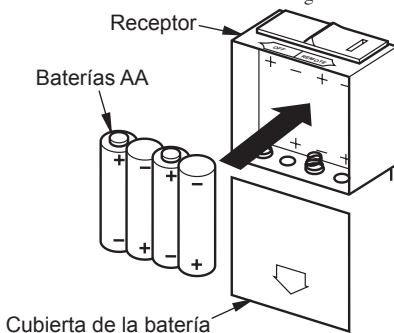

Figura 5. Instalación de las baterías en el receptor
2. Retire la cubierta de la batería en el receptor e instale las baterías como se muestra en la figura 5. Vuelva a colocar la cubierta de la batería.